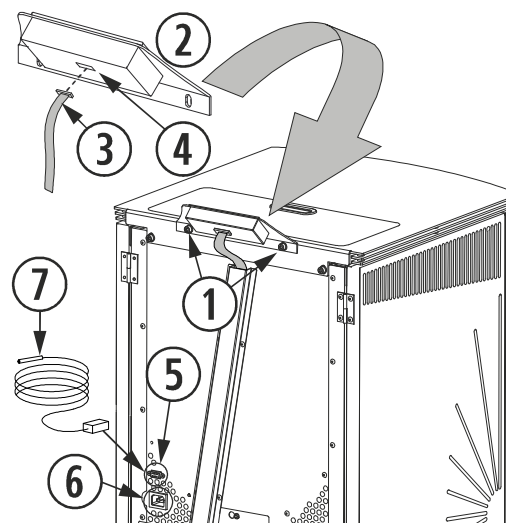

Figura 8
Dobbiamo regolare le viti che fissano il supporto alla stufa (①), come è indicato nella *figura 8*, conettere il nastro piano di connessione della tastiera (③), che si trova nella parte posteriore tenuto fermo con un nastro adesivo e connetterlo alla tastiera (④), assume solo una posizione di connessione.
Il termostato di ambiente (⑦) e il cavo di alimentazione si conettono nella parte posteriore della stufa come indicato nella *figura 8 (Vigo)*. Saprà che la stufa lo riconosce perché vedremo riflessa la temperatura ambiente nel pannello dei comandi. Se colleghiamo un termostato o contatto invece di visualizzare la temperatura ambiente segnerà (·) indicando che c'è qualcosa collegato alla porta di comunicazione.